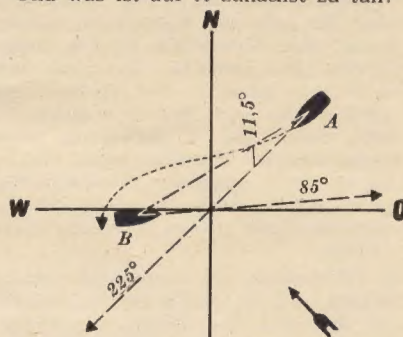

Abbildung 5
1. Aufgabe: Bei frischem SO-Wind wird auf einem SW (= 225°) steuernden Segelschiff A 1 Strich voraus an Steuerbord ein rotes Licht gesichtet, welches sich anscheinend schnell nähert. Was hat man vor sich? Welche Kurse kann das andere Schiff B anliegen, und was ist hinsichtlich des Ausweichens auf beiden Schiffen zu tun (Abb. 5)?